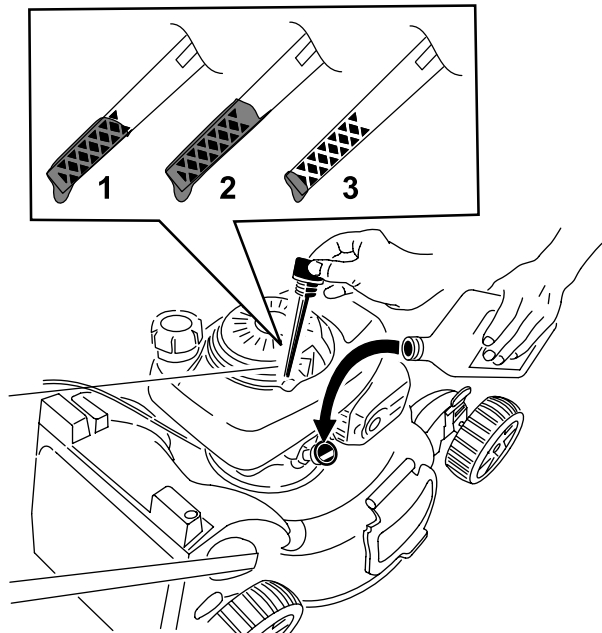

図 16
2. キャップを左に回してディップスティックを抜き取る 図 16。
5. ディップスティックの目印で油量を点検する 図 16。
- 油量が少なすぎる場合 図 16は、補給管から少量の SAE 30 または SAE 10W-30 洗浄性オイルを補給し、3 分間待って量を確認し、ステップ3-5を繰り返して適正量までオイルを入れる。
- 油量が多すぎる場合 図 16は、余分のオイルを抜いて適正量までオイルを減らす エンジンオイルの交換 \(ページ 17\)を参照。